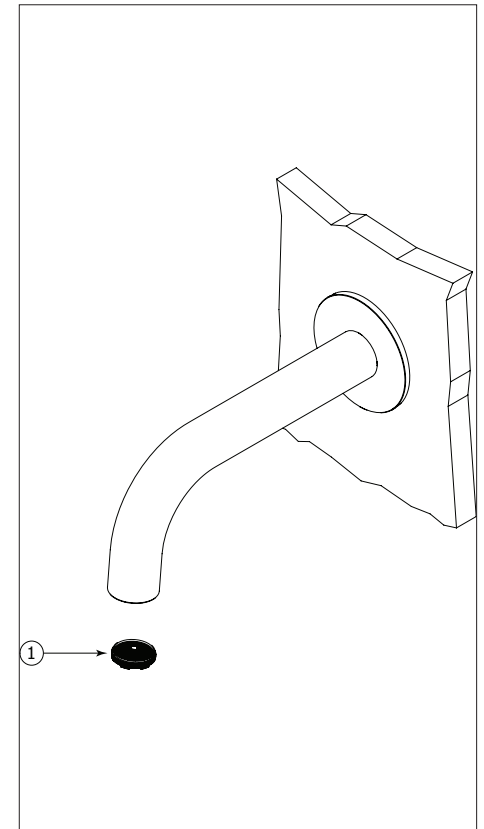

Fig. 3
To clean the aerator (1), unscrew the aerator case from the spout. Then, pull out the aerator and soak it in a vinegar and water solution to remove lime build-up. Once parts have been cleaned, reassemble by reversing steps (Fig.3).
Pour nettoyer l'aérateur (1), dévisser le boîtier de l'aérateur et le tremper dans un mélange de vinaigre et d'eau pour retirer le calcaire qui pourrait s'y être accumulé. Une fois les pièces nettoyées, inversez les étapes pour réassembler l'aérateur. (Fig.3).